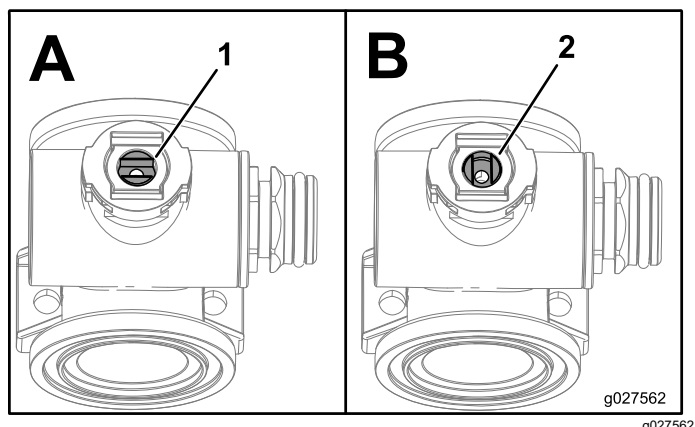

Рисунок 123
- Расположите шток клапана таким образом, чтобы он был в закрытом положении (Рисунок 123 В).
3. Поверните шток клапана таким образом, чтобы шарик был в открытом положении (Рисунок 123А).
7. Поверните шток клапана в сборе таким образом, чтобы клапан был закрыт (Рисунок 123В).